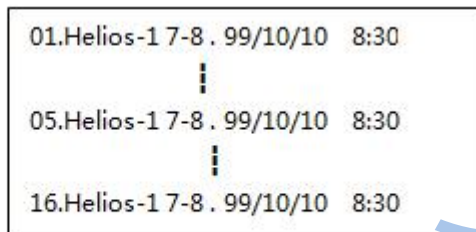

图7
2、在处理菜单中。选择“波形查阅”后，按“确认”键进入“查阅菜单”则显示屏出现如图7所示画面，可用“↑”、“↓”键改变闪烁光标的位置即要查阅波形的位置，再按“确认”键则显示屏显示出要查阅的波形。这时按“打印”键即可打印出所查阅的波形。